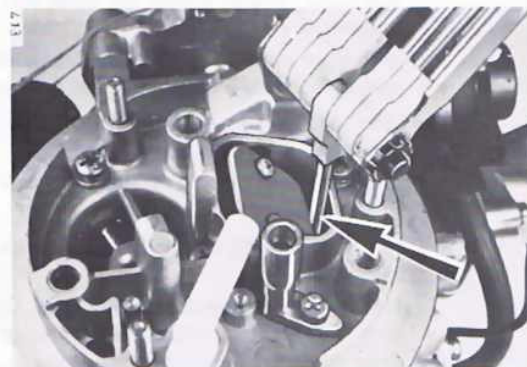

Bild 11
- Mitnehmerhebel (1) in Pfeilrichtung drücken und Spalt gemäß Bild 11 prüfen.
- An Einstellschraube (2) korrigieren.